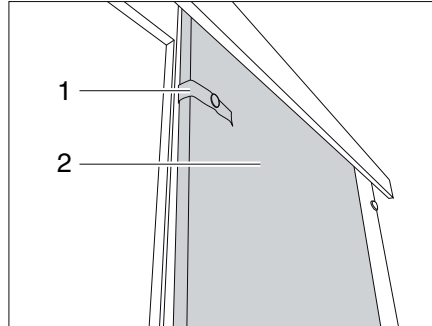

Bild 168 Schiebetür
- Das mit Sicherungsband (Bild 168,1) lösen.
- Schiebetür (Bild 168,2) in Schließstellung ziehen.
- Schiebetür (Bild 168,2) in die Öffnungsposition führen.
- Schiebetür mit dem Sicherungsband (Bild 168,1) befestigen.